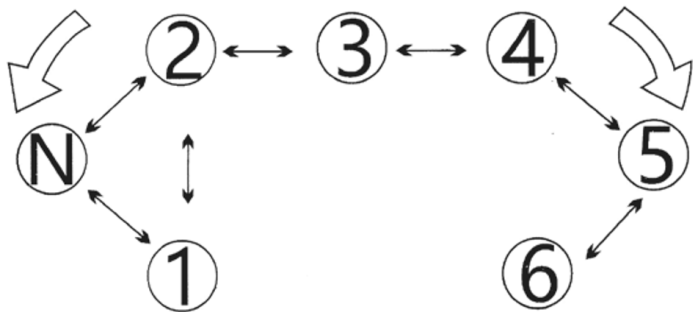

Рисунок 1. Схема переключения передач.
Рычаг переключения передач находится на левой стороне двигателя. Мотоцикл имеет шесть передач (рисунок 1). Первая передача включается вниз, остальные наверх. Нейтральная передача находится между первой и второй передачами.
3. Нажмите на рычаг переключения передач вниз (рис. 1) в положение первой передачи.
5. Набрав скорость, верните ручку газа 5 (фото 2.7) в обратную сторону (закрыв дроссельную заслонку), выжмите рычаг сцепления 1 (фото 2.6) и переместите рычаг переключения передач вверх (рис. 1), в положение второй передачи. После включения передачи постепенно отпускайте рычаг сцепления 1 (фото 2.6) и прибавляйте обороты двигателя ручкой газа 5 (фото 2.7).